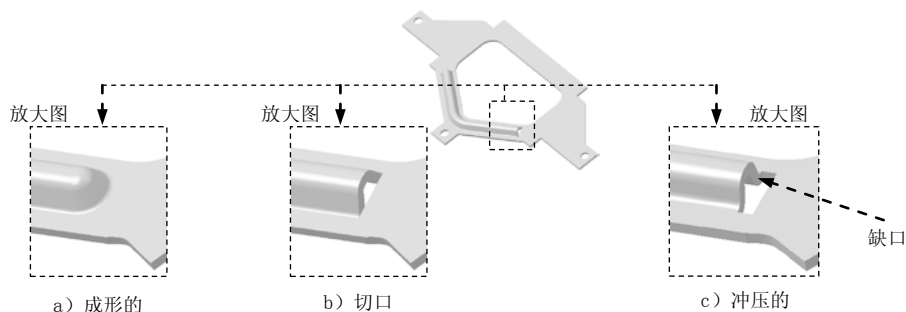

图 6.4.9 设置端点条件
- ☒ **凸模半径 (R)**: 文本框: U 形加强筋的顶面和侧面或者端盖之间的倒角半径。
- ☒ **凹模半径 (R)**: 文本框: U 形加强筋的底面和侧面或者端盖之间的倒角半径。
- ☒ **V 型 (S)** 单选项: 当在 **横截面** 下拉列表中选择此选项, 且在 **倒圆** 区域选中 ☒ **包括倒圆 (I)** 复选框时, 对话框中的 **高度 (H)**、**半径 (R)**、**角度 (A)**、和 **凹模半径 (R)** 文本框均被激活。
- ☒ **高度 (H)**: 文本框: V 形加强筋从底面到顶面之间的高度距离。
- ☒ **半径 (R)**: 文本框: V 形加强筋的两个侧面或者两个端盖之间的半径。
- ☒ **角度 (A)**: 文本框: V 形加强筋的底面法向和侧面或者端盖之间的夹角。
- ☒ **凹模半径 (R)**: 文本框: V 形加强筋的底面和侧面或者端盖之间的倒角半径。
- > **端点条件** 区域: 用于定义“加强筋”的结束条件, 该下拉列表中包含 ☒ **成形的 (F)**、☒ **开口的 (L)** 和 ☒ **凸模的 (M)** 三种类型, 如图 6.4.9 所示。
- ☒ **成形的 (F)** 单选项: 当选择该选项时, 所创建加强筋的端面为圆形。
- ☒ **开口的 (L)** 单选项: 当选择该选项时, 所创建加强筋的端面为一个平的或者是有切口的。
- ☒ **凸模的 (M)** 单选项: 当选择该选项时, 所创建加强筋的端面为一个平的或者是有切口的, 可在其后的文本框中输入数值以确定缺口的大小。